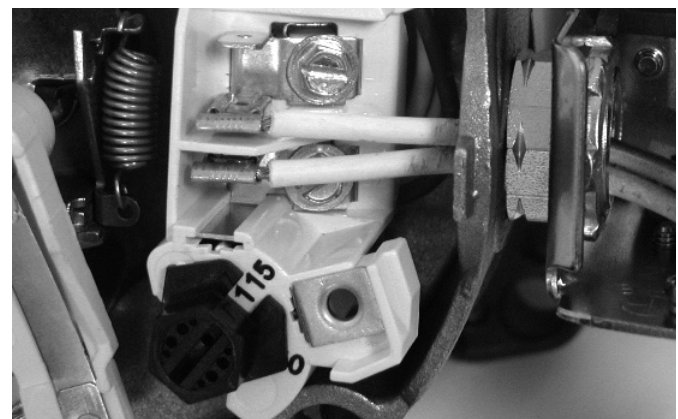

Figure 11 : Tension réglée à 115 volts sur sélecteur à cadran
2. Tourner le cadran dans le sens des aiguilles d'une montre jusqu'à ce que le nombre 115 soit visible dans la fente du cadran (figure 11).
1. Brancher tout d'abord le fil de mise à la terre, comme il est illustré à la Figure 11. Le fil de mise à la terre doit être un fil de cuivre massif d'un diamètre au moins aussi gros que le diamètre des fils de tension.
4. Brancher les fils de tension sur le manostat, comme il est illustré à la Figure 11.